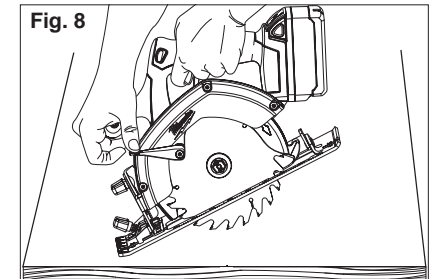

Fig. 8
1. Comenzando en una esquina, alinee la línea indicadora con la de corte. Inclíne la sierra hacia delante, fijando firmemente la parte delantera de la zapata en la pieza en la que se está trabajando (Fig. 8). La cuchilla debe quedar justo sobre la línea de corte, pero sin tocarla. Suba la guarda inferior usando la palanca de la guarda inferior.